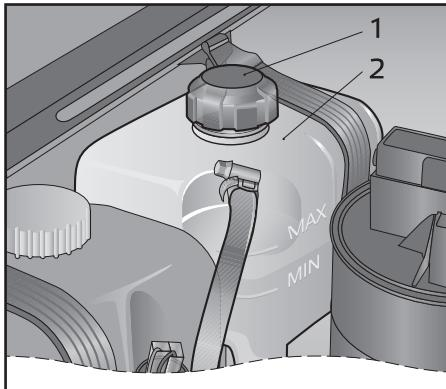

Рис. 48. Проверка уровня охлаждающей жидкости в расширительном бачке
■ Уровень охлаждающей жидкости в расширительном бачке должен быть между метками «MAX» и «MIN», нанесёнными на корпусе бачка 2, рис. 48, который выполнен из полупрозрачного материала, позволяющего визуально контролировать уровень жидкости.